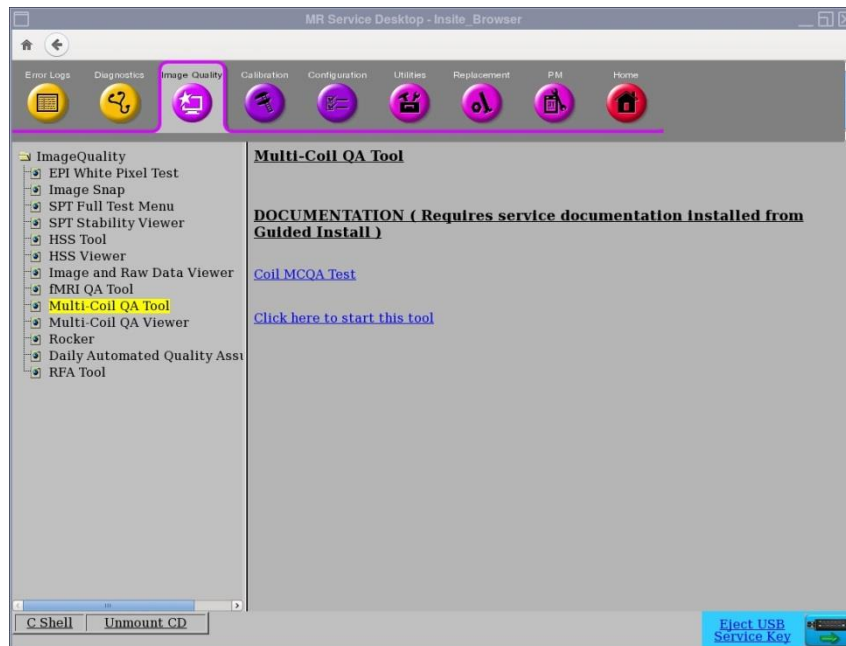

Figura 1
1. In Common Service Desktop (CSD, Desktop assistenza comune), andare in Service Browser (Browser assistenza) e selezionare [Image Quality] (Qualità immagine), "Multi-Coil QA Tool" (Strumento per il controllo della qualità delle bobine), quindi "Click here to start this tool" (Fare clic qui per avviare lo strumento) come illustrato nella Figura 1.